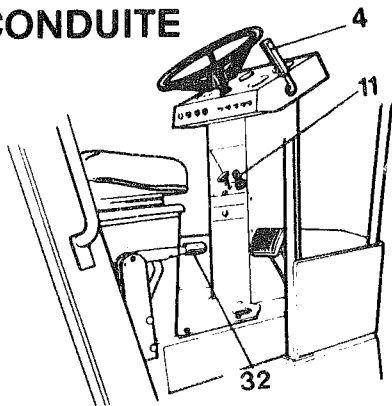

Fig. 9 Poste de conduite
(La vitesse maxi s'obtient en plaçant (4), fig.9, à fond.)
- 4 Desserrer le frein de stationnement (32), fig. 9, en amenant le levier du haut vers le bas. Le témoin du frein de stationnement doit s'éteindre.
- 5 En cas de marche sur revêtement bitumineux, actionner l'arrosage (8), (9). (Ne concerne que CA 25A.)
- 6 Porter le levier de marche avant/arrière (4), fig. 9, vers l'avant ou l'arrière avec précaution - d'après le sens de déplacement désiré. S'assurer d'abord que l'aire de travail est libre à l'avant et à l'arrière du rouleau.